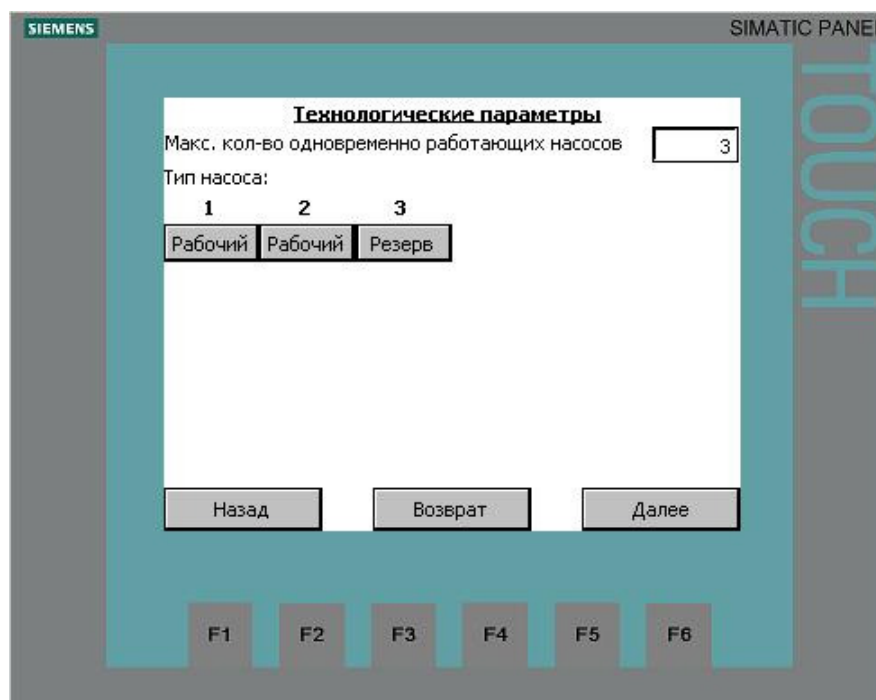

Рис. 16. Мастер наладки. Технологические параметры.
- Экран настройки резервирования показан на рис. 16.